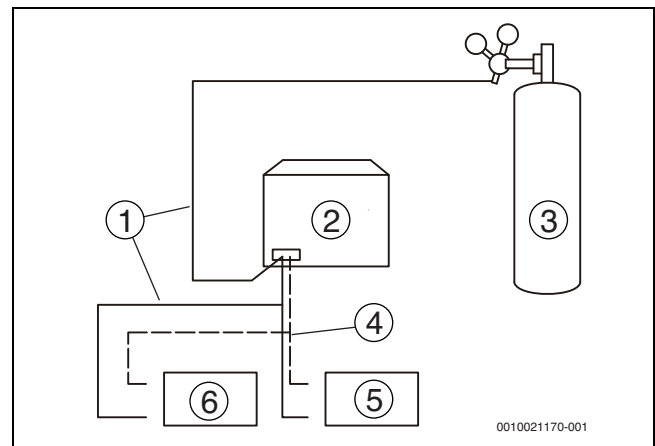

Bild 32
4. Bis auf die Öffnung der am weitesten von den Außeneinheiten entfernten Inneneinheit („Inneneinheit A“ in Abb. 32) alle flüssigkeitsseitigen (oder gasseitigen) Öffnungen mit Blindstopfen verschließen.